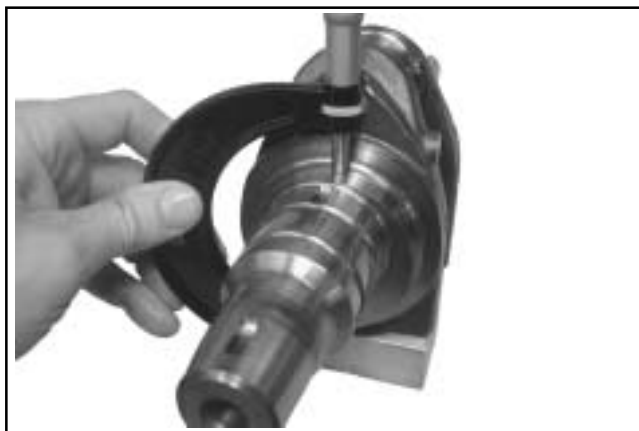

Figura 9-5. Medición de una excéntrica del cigüeñal.
2. A continuación, con un micrómetro externo, mida todas las excéntricas del cigüeñal. Haga también dos mediciones perpendiculares entre sí. Ver Figura 9-5.